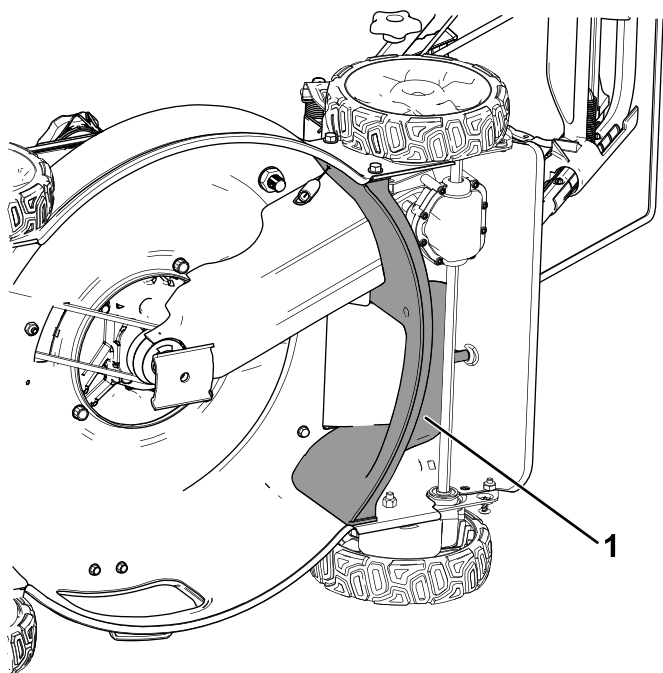

Rysunek 1
4. Aby unieruchomić ostrze, należy użyć kawałka drewna (Rysunek 1).
5. Zdemontuj ostrze, zachowując cały osprzęt mocujący (Rysunek 1).